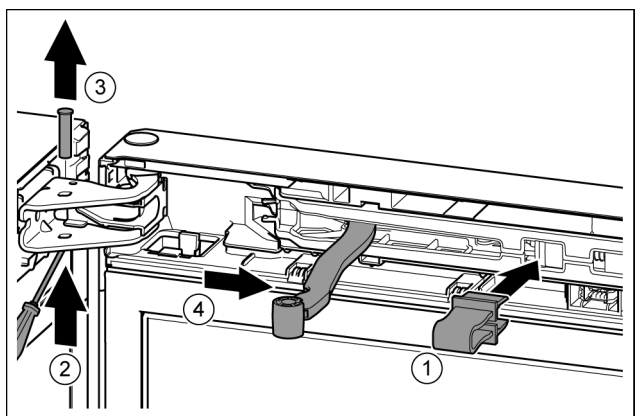

Fig. 10
- Sicherung in Öffnung einrasten. Fig. 10 (1)
- Bolzen mit Schraubendreher herausschieben. Fig. 10 (2)
- Bolzen nach oben herausnehmen. Fig. 10 (3)
- Gelenk in Richtung Tür drehen. Fig. 10 (4)